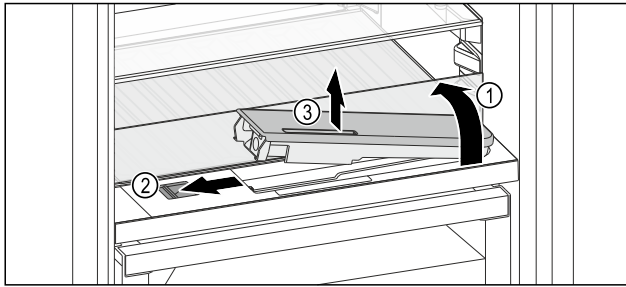

Fig. 129
- ▶ Emelje meg az üveglapot, és hajtsa hátra ütközésig Fig. 129 (1).
- ▶ Tolja balra a tolokát Fig. 129 (2).
- ▶ Vegye ki a víztartályt Fig. 129 (3).